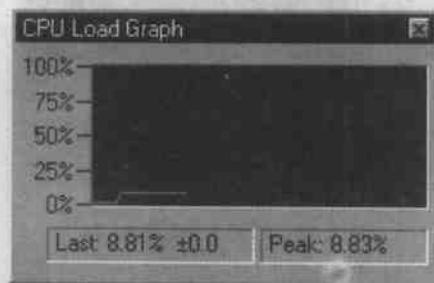
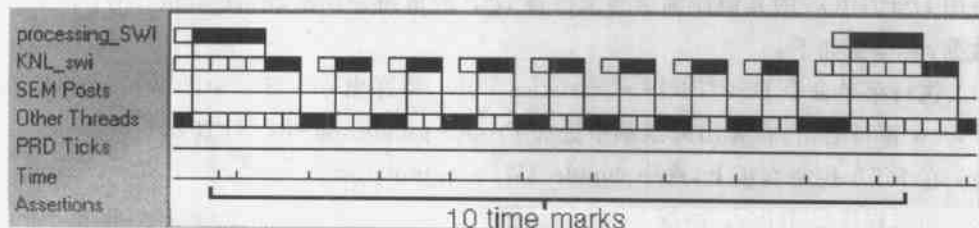

图 7.26 CPU 的负荷
图 7.27 Load 值为 200 时的线程执行图
(1) 执行菜单命令 DSP/BIOS→CPU Load Graph, 将出现一个空的 CPU Load Graph 窗口。
(2) 在 RTA 控制面板上右击,从弹出的菜单中选择 Property Page。
(3) 将 Statistics View/CPU Load Graph 的 Refresh Rate 改为 0.5 s 后单击 OK 按钮,可以看到 CPU Load 变得很低。Statistics View 和 CPU Load 功能在目标板和主机间传送的数据非常小,因此设置并周期性更新这些窗口对程序执行的影响也很小。Message Log 和 Execution Graph 功能传送配置文件中相关 LOG 对象的 buflen 长度的字数,传输的数据量较大,所以应降低这两个窗口的更新频率。
(4) 执行菜单命令 File→Load GEL,选择 VOLUME.GEL 并单击 OK 按钮。
(5) 执行菜单命令 GEL→Application Control→Load,出现 Load 调节窗口。
(6) 将 Load 改为 50,单击 Execute 按钮,CPU 负荷将增至约 9%,如图 7.26 所示。
(7) 在线程执行图上右击,在弹出的菜单中选择 Clear 项。可发现此时程序仍满足实时要求,因为每个 processing_SWI 执行间隔有 10 个标记符号。
(8) 在 Load 调节窗口将 Load 的值改为 200,单击 Execute 按钮。
(9) 在线程执行图上右击,在弹出的菜单中选择 Clear 项。此时每个 processing_SWI 执行间隔只有一个或两个标记符号,如图 7.27 所示。图 7.27 显示程序运行正常。运行 CLK 对象函数的硬件中断能够中断软件中断的处理过程,而软件中断也已在下次中断到来前完成其处理。